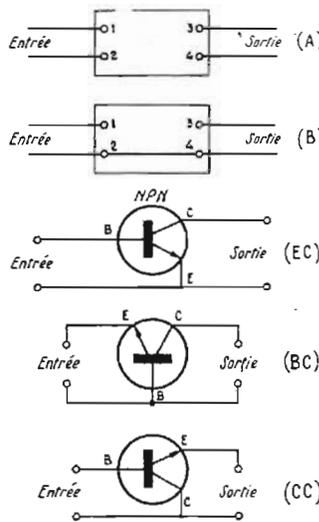

FIG. 5
Le schéma général d'un amplificateur à triode est donné en (A) figure 5. Cet amplificateur a deux points d'entrée et deux points de sortie, ce qui permet de le nommer **quadripôle**.
$E_C =$  Emetteur Commun, entrée sur la base et sortie sur collecteur. En réalité pour être plus précis et correct, une entrée ou une sortie doit avoir deux points, aussi, en disant « entrée sur la base » on sous-entend qu'il s'agit d'une entrée entre base et l'électrode commune qui est l'émetteur (Fig. 5 EC).
$B_C =$  Base Commune, entrée sur l'émetteur et sortie sur le collecteur (Fig. 5 BC).
$C_C =$  Collecteur Commun, entrée sur la base et sortie sur l'émetteur (Fig. 5 CC).